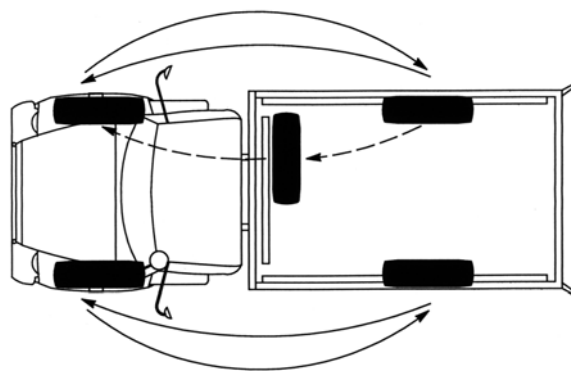

Рис. 9.10. Схема перестановки колёс
- перестановку колес (рис. 9.10) следует производить по необходимости.